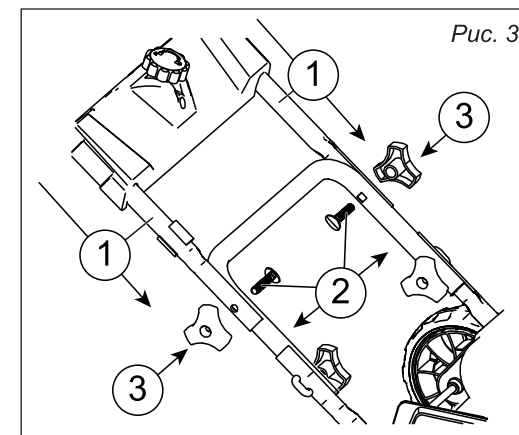

Рис. 3
7.2. Монтаж ручки управления (рис. 3)